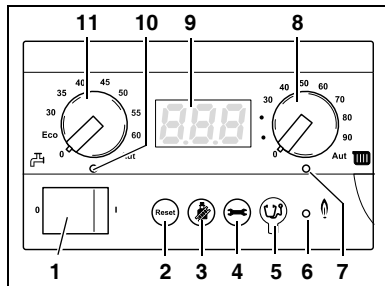

Fig. 5 Regolatore di base BC10
Mediante il tasto "Indicazione di stato" (fig. 5, **pos. 4**), è possibile visualizzare sul display la temperatura attuale dell'acqua della caldaia, la pressione attuale dell'impianto etc. Vedere anche il capitolo 4.1.1, pagina 38.
Il tecnico può collegare la spina diagnostica (Service Tool) in questo punto (fig. 5, **pos. 5**).
Il LED "Bruciatore" (On/Off) (fig. 5, **pos. 6**) si accende quando il bruciatore della caldaia è in funzione.